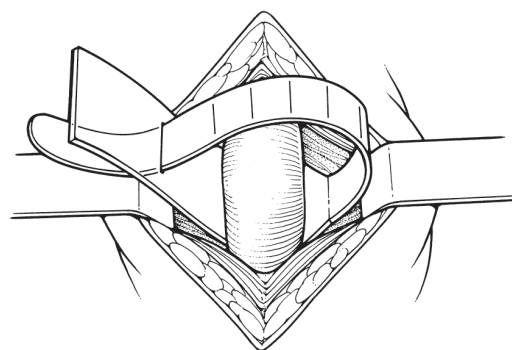

Figure 4-7. Mesurer la circonférence urétrale
3. Placer un mesureur d'urètre (ou un drain de Penrose) autour de l'urètre, au niveau du site d'implantation de la manchette. Il doit s'insérer parfaitement, sans étrangler l'urètre. (**Figure 4-7**)